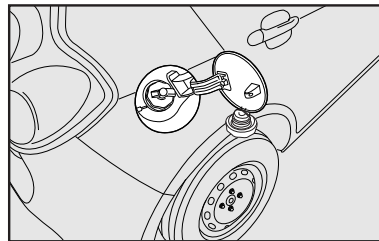

fig. 111
- após a retirada da tampa, encaixe-a no suporte existente na portinhola **fig. 111**.